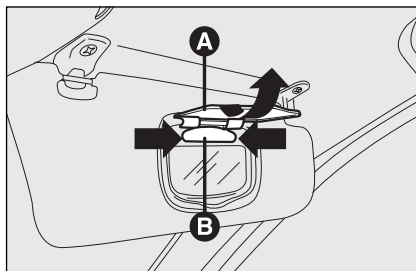

fig. 45
- open de kap **A-fig. 45** van het spiegel-tje;